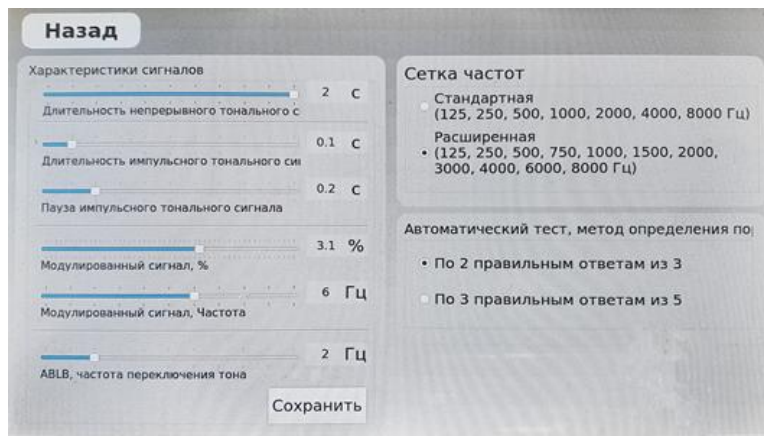

Рис.15. Изменение параметров сигналов и тестов.
- 4) **Изменение параметров сигналов и тестов** – переход к настройкам сигналов и тестов (рисунок 15).